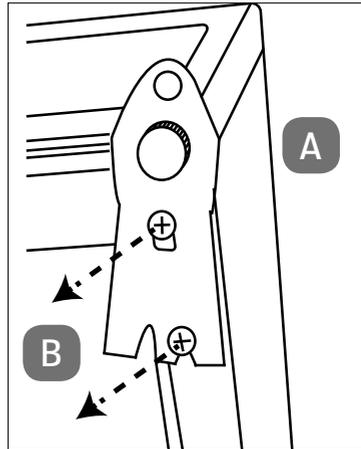

Abb. 11
- ▶ Lösen Sie die beiden Halterungsschrauben (A) und (B) des unteren Türscharniers mit einem Kreuzschlitzschraubendreher oder einem 8er-Schraubenschlüssel (siehe **Abb. 11**).